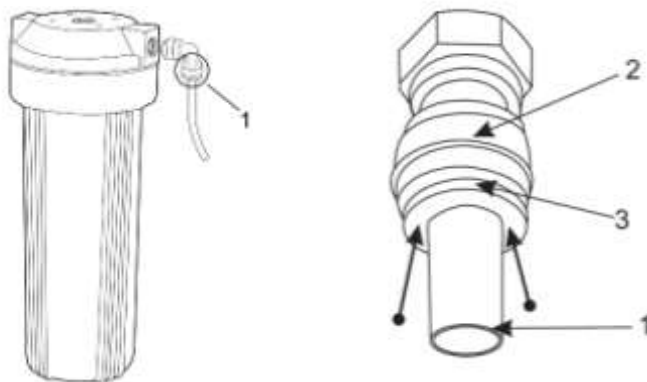

Рис. 2
2.2 Для того, чтобы снять трубку, необходимо приложить небольшое усилие на стопорное кольцо (поз. 3) – см. стрелки на рис. 2, и вынуть трубку. Данное фитинговое соединение можно использовать неоднократно.
- 7.3 Отсоедините три трубки в соответствии с рис. 2.